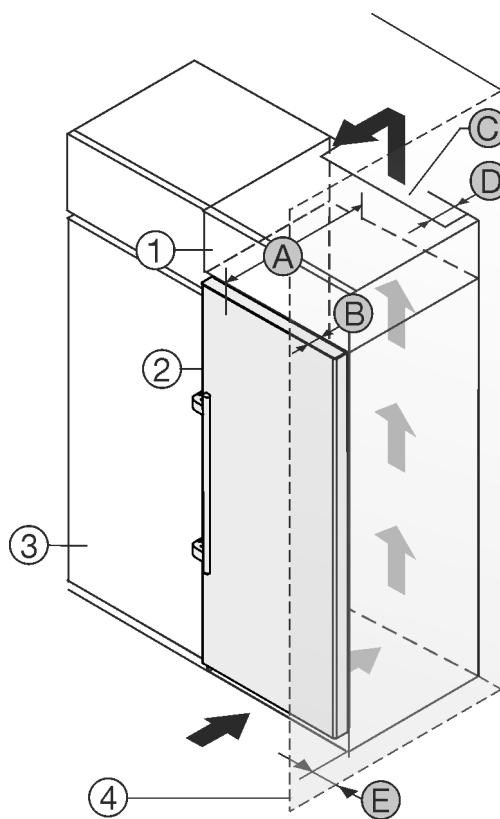

Fig. 1
- (1) Dollapi i montimit
- (2) Pajisja
- (3) Dollapi i kuzhinës
- (4) Muri
- (A) Thellësia e pajisjes
- (B) Thellësia e derës
- (C) Seksioni tërthor i ajrit
- (D) Distanca nga faqja e pasme e pajisjes
- (E) Distanca nga pjesa anësore e pajisjes
Ju mund ta instaloni pajisjen direkt ngjitur me dollapin e kuzhinës Fig. 1 (3).
Në faqen e pasme të dollapit së montimit duhet të ketë një hapësirë ajrimi me thellësi Fig. 1 (D) në të gjithë gjerësinë e dollapit të montimit.
Nën mbulesën e hapësirës duhet respektuar seksioni tërthor i qarkullimit të ajrit Fig. 1 (C).
Nëse instaloni pajisjen me mentesha pranë një muri Fig. 1 (4), atëherë duhet që distanca midis pajisjes dhe murit të jetë të paktën 57 mm. Kjo përkon me zgjatimin e dorezës kur dera është e hapur.
Në mënyrë që dera të mund të hapet plotësisht, duhet që pajisja të dalë jashtë përpara kanatit të dollapit të kuzhinës sa thellësia e derës *Fig. 1 (B)*. Në varësi nga thellësia e dollapëve të kuzhinës *Fig. 1 (3)* dhe përdorimi i ruajtësve të distancës nga muri, pajisja mund të dalë më shumë përpara dollapit.